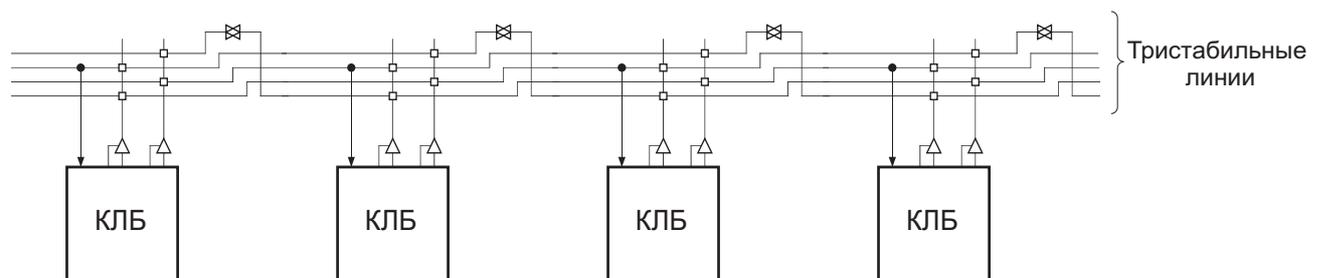

Рис. 7: Подключение трехстабильных буферов к горизонтальным линиям
- Горизонтальные трассировочные ресурсы создавались для реализации в микросхеме шин с тремя состояниями. Четыре разделенные линии шин реализованы для каждой строки КЛБ, позволяя организовывать сразу несколько шин в пределах одной строки. (см. рис. 7)